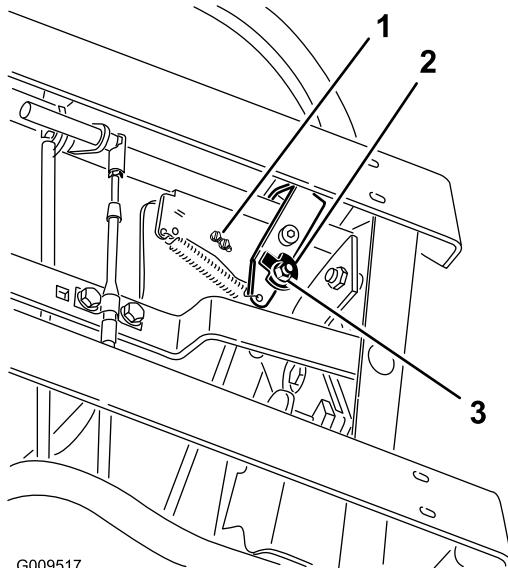
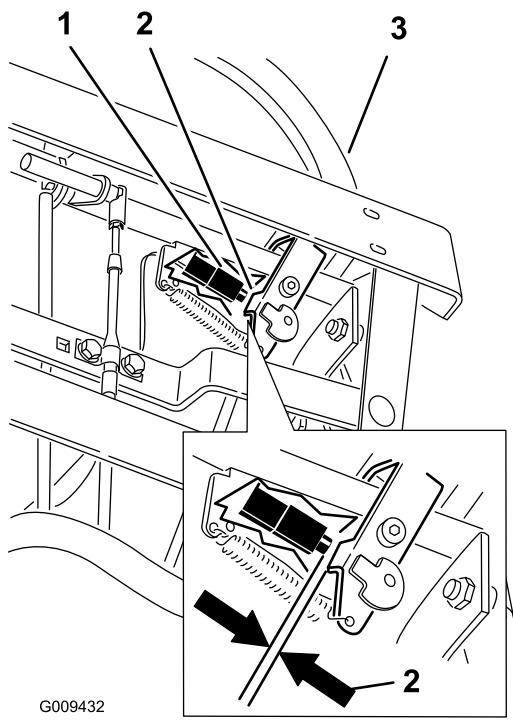

Figure 67
Figure 68
7. Desserrez l'écrou et le boulon de fixation de la came (Figure 67).
10. Vérifiez l'écartement entre le levier de commande et l'interrupteur comme illustré à la Figure 68. L'écartement doit être de 3 mm (1/8") lorsque le levier de commande de déplacement droit est en position de déverrouillage du point mort
11. Au besoin, desserrez les vis de fixation de l'interrupteur et réglez l'interrupteur (Figure 67 et Figure 68).